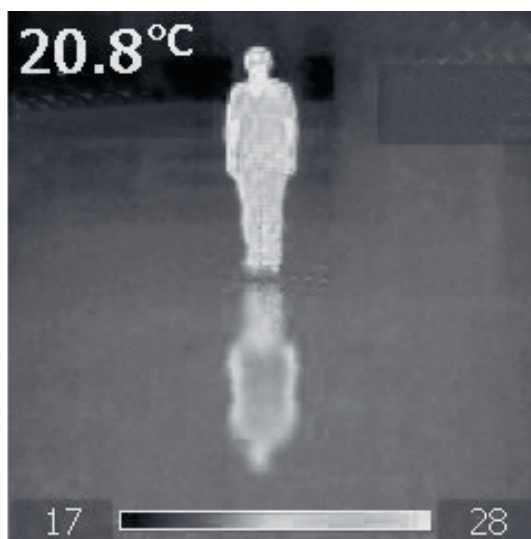

Рисунок 3: Термограмма человека и его отражения на полу
- Отражения от поверхностей (рисунок 3)